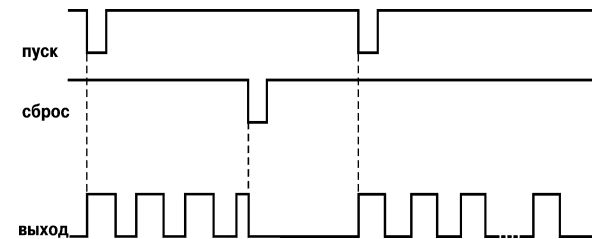

Рис. 9
3.1.3.5. Сигнал «**Сброс**» прекращает выполнение программы и возвращает таймер в исходное состояние. Время задержки реакции прибора на сигнал "Сброс" составляет не более 0,1 мс (рис. 9).